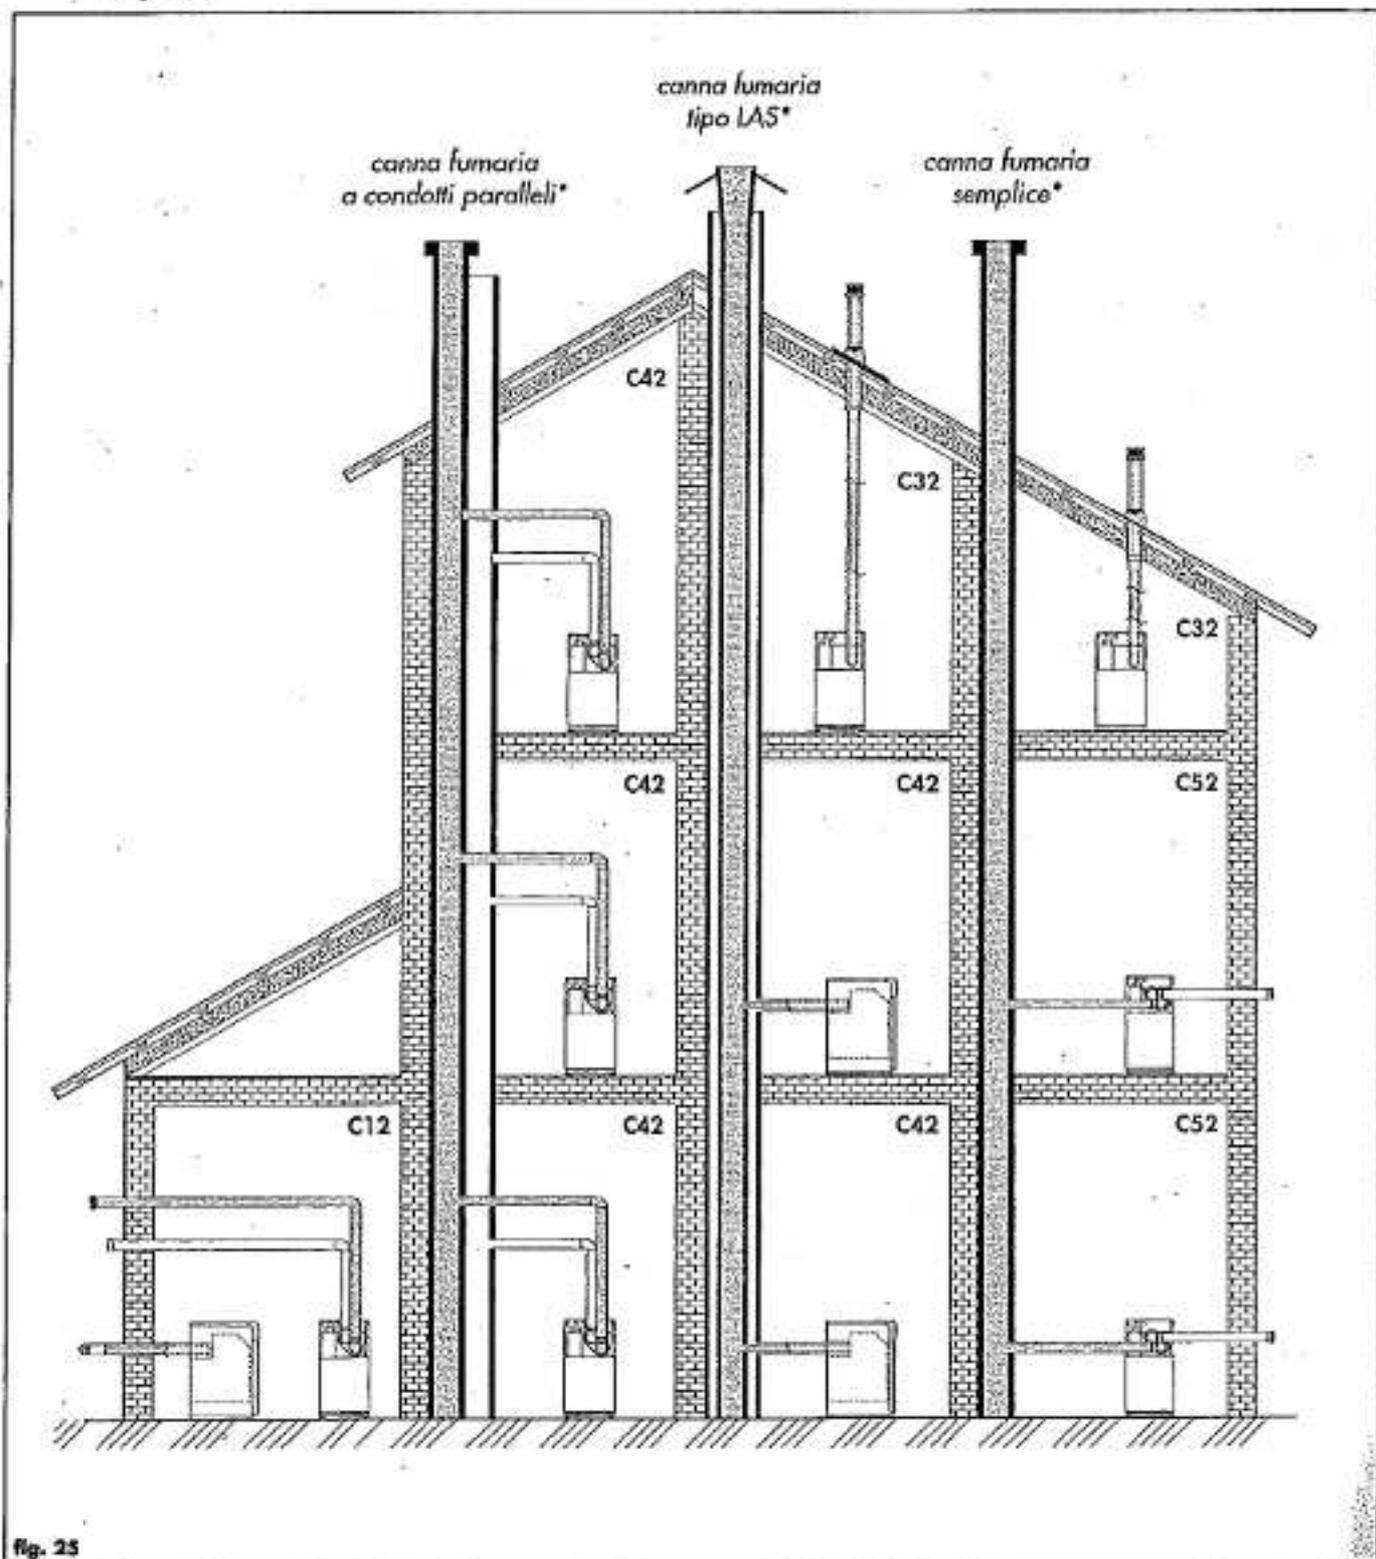

fig. 25
12.4.2 Schema riassuntivo tipologie di installazione condotti scarico-aspirazione (fig. 25)